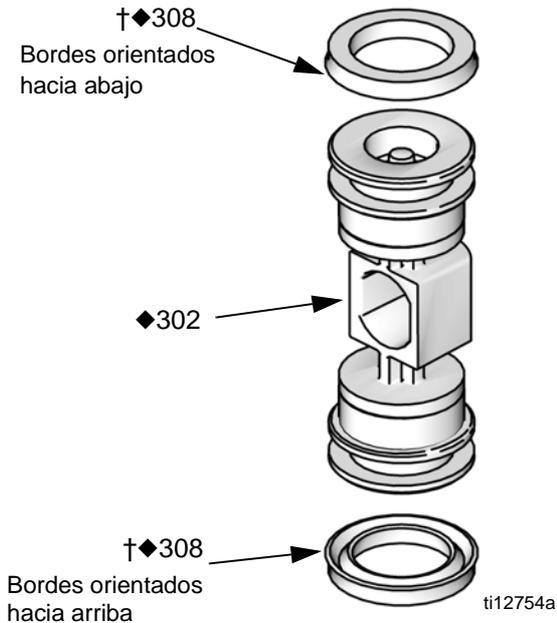

FIG. 10. Instalación de la copa en U de la válvula de aire
2. Consulte la FIG. 10. Lubrique las copas en U (308†♦) e instálelas en el pistón (302♦) con los labios orientados hacia el centro del pistón.